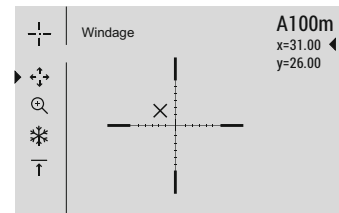

Fig. 5
- Se il punto di impatto non corrisponde al punto di mira (centro del reticolo del cannocchiale), tenere premuto il tasto **M** (4) per accedere al menu principale.
- Nel centro del display compare una croce ausiliaria , con le relative coordinate X e Y nell'angolo in alto a destra (vedere la fig. 5).
- Cambiare la direzione di spostamento della croce ausiliaria da orizzontale a verticale con una pressione breve sul tasto **M** (4).